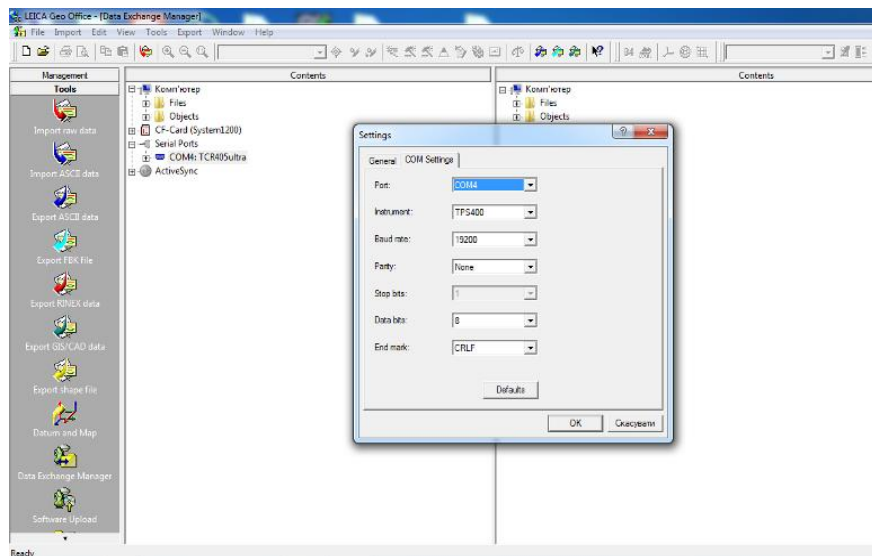

Рисунок 1.8 – Налаштування параметрів з'єднання через COM порт
5. У новому вікні вибрати вкладку **Налаштування COM [COM Settings]** та з випадаючих списків обрати необхідні параметри: порт для підключення, серія приладу (**TPS400**) та параметри обміну даними (відповідно до встановлених у приладі в п. 2) (рис. 1.8). Натиснути **Ok**.